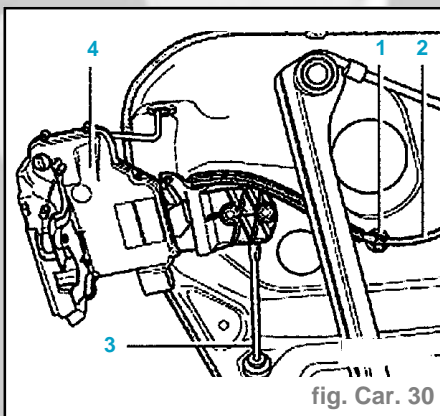

fig. Car. 30
- Déclipser le câble (2) du clip (1) (fig. Car. 30).
- Retirer la serrure de porte avec l'aide de montage de la platine en faisant levier avec un tournevis (3).